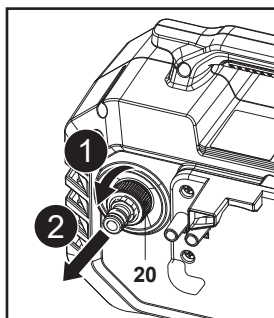

Fig. 15
1. Retirer l'adaptateur d'arrivée d'eau (20) du raccord d'arrivée d'eau (13) (Fig. 15).